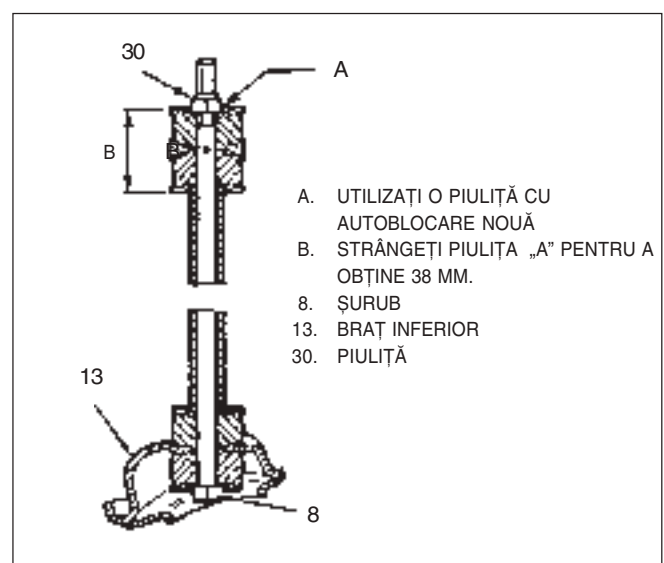

Fig. 4 Legătura barei stabilizatoare
- 1) Bara stabilizatoare (27), bucșa elastică (26) și colierul (25).
- 2) Se strânge slab șurubul (24), se assemblează toate componentele cu grijă ca bara stabilizatoare să fie centrată. Se face strângerea la înălțimea normală de funcționare.
- 3) Bara stabilizatoare (27) la brațul inferior (13). Trebuie utilizată o piuliță cu autoblocare (30) nouă. Se strânge piulița (30) până se obține dimensiunea din Fig. 4.
- Colierul barei stabilizatoare cu șurubul de la șasiu (24) cu 40 Nm.
- Bara stabilizatoare cu piulița brațului inferior (30), până se obține dimensiunea din Fig. 4.